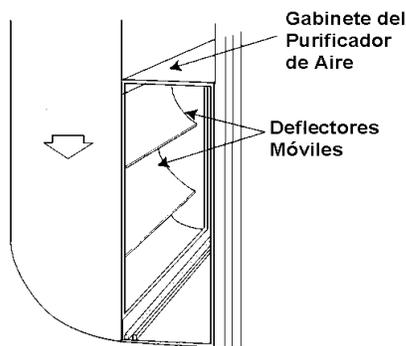

Figura 8. Deflectores Móviles
7. Se recomienda la instalación de deflectores móviles de lámina de acero dentro de un codo en la ductería conectada del lado de la entrada de corriente de aire del purificador de aire. Esto mejora la distribución del aire sobre la Celdas Colectoras. Véase **Figura 8**.
Nota: Se recomienda la instalación de deflectores móviles de lámina de acero dentro de algún codo de la ductería conectada al lado de la entrada de corriente de aire del purificador de aire. Véase Figura 8.